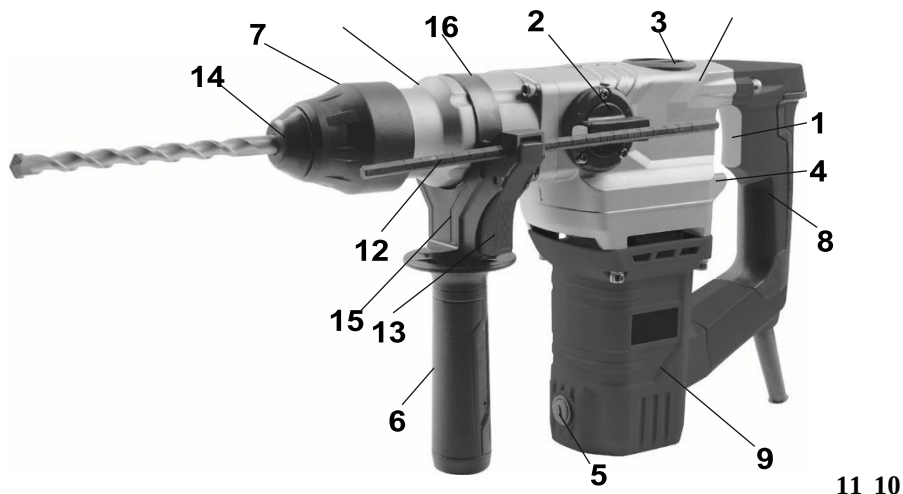

рис. 1
1.6 Общий вид перфоратора представлен на рис.1:
1.7 Перфоратор состоит из вертикально расположенного коллекторного двигателя в пластиковом корпусе (рис.1 поз.9) и шестерёнчатого редуктора с кривошипно-шатунным механизмом, расположенных в металлическом корпусе (рис.1 поз.10). Крутящий момент с якоря электродвигателя через систему шестерён, передаётся на вал с патроном SDS – plus (рис.1 поз.7), расположенный перпендикулярно оси двигателя. Вертикальное расположение двигателя упрощает конструкцию редуктора, что приводит к увеличению ресурса перфоратора. Кривошипно-шатунный механизм приводит в действие пневматический ударный механизм перфоратора. На корпусе редуктора, со стороны рукоятки (рис.1 поз.8), расположен переключатель режимов (рис.1 поз.4) работы: «сверление с ударом» или «сверление» (отключён ударный механизм).
В зависимости от вида выполняемой работы, в патрон SDS – plus вставляется необходимая насадка (пики, долото, бур) с соответствующим хвостовиком, или переходник SDS-plus/сверлильный патрон для установки сверлильного патрона (не входят в комплект поставки), если необходимо работать только в режиме «сверление». Дополнительная рукоятка (рис.1 поз.6) хомутом суппорта (рис.1 поз.16) крепится на корпусе ствола (рис.1 поз.11). Фиксируется, закручиванием рукоятки по часовой стрелке, в любом положении (от 0° до 360°), что удобно пользователю, как «правше», так и «левше».
В отверстие суппорта (рис.1 поз.15) дополнительной рукоятки вставляется, при необходимости, стержень-ограничитель глубины сверления (рис.1 поз.12). Пластиковый стержень имеет метрическую разметку для удобства установки необходимой глубины просверливаемого отверстия.
1.8 Клавиша выключателя (рис.1 поз.1) расположена в передней части основной рукоятки (рис.1 поз.8), крепящейся: к корпусу двигателя – нижней частью и к редуктору – верхней частью. Включение/отключение инструмента осуществляется нажатием/отпуском клавиши выключателя.
Сбоку, на корпусе редуктора (рис.1 поз.10) расположен переключатель режимов работы (рис.1 поз.2). Он фиксируется в одном из двух положений по горизонтали, отмеченных символами на корпусе редуктора: «сверло с молотком» (вперёд) - сверление с ударом, «молоток» (назад) - долбление (без вращения). Нажав фиксатор в торце ручки переключателя, поворотом ручки со стрелкой, совместить с нужным символом. Достигнув нужного положения, фиксатор (со щелчком) отжимается, фиксируя ручку в выбранном режиме.
В верхней части редуктора находится пластиковая крышка смазочного окна (рис.1 поз.3). Перед каждым использованием инструмента необходимо отвернуть крышку, проверить наличие смазки на кривошипно-шатунном механизме, при необходимости добавить из ёмкости, входящей в комплект поставки.
(рис.1 поз.4) с двумя фиксированными положениями: «сверло с молотком» - сверление с ударом и «сверло» - сверление (отключение ударного механизма). Соответствующие символы нанесены на корпусе редуктора.
2.2.1 Выбрать насадку, для предполагаемого вида работы и зафиксировать её в патроне. Для установки нужной насадки: отвести, преодолевая сопротивление пружины, втулку патрона (рис.1 поз.7) назад, вставить, найдя нужное положение поворотом вокруг своей оси, насадку в патрон (приблизительно на 40 мм), отпущенная втулка, смещаясь вперёд за счёт пружины, зафиксирует насадку в патроне.
- при необходимости, в отверстие суппорта (рис.1 поз.15), вставить стержень ограничитель глубины сверления (рис.1 поз.12) ребристой плоскостью от инструмента, нажав на кнопку фиксации (рис.1 поз.13);
- повернув суппорт рукоятки в удобное для работы положение, зафиксировать хомут (рис.1 поз.16) вращением рукоятки по часовой стрелке.
- включение перфоратора осуществляется нажатием на клавишу выключателя (рис.1 поз.1);
- при работе в режиме сверление без удара, переключатель (рис.1 поз.4) установить в положение «сверло», а переключатель (рис.1 поз.2) в положение «сверло с молотком». При этом режиме перфоратор может работать с патроном SDS – plus, но, как правило, устанавливается ключевой патрон;
- при работе в режиме сверление с ударом, переключатель (рис.1 поз.4) в положении «сверло с молотком», и переключатель (рис.1 поз.2) в положении «сверло с молотком»;
- при работе в режиме долбление, переключатель (рис.1 поз.4) в положении «сверло с молотком», а переключатель (рис.1 поз.2) в положении «молоток».
3.2 Для замены щёток необходимо открутить крышки щёткодержателей (рис.1 поз.5), расположенные с двух сторон в нижней части корпуса двигателя. Вынуть щётки из щёткодержателей и заменить их новыми. Щётки следует заменять парой для обеспечения равной степени их давления на коллектор якоря.